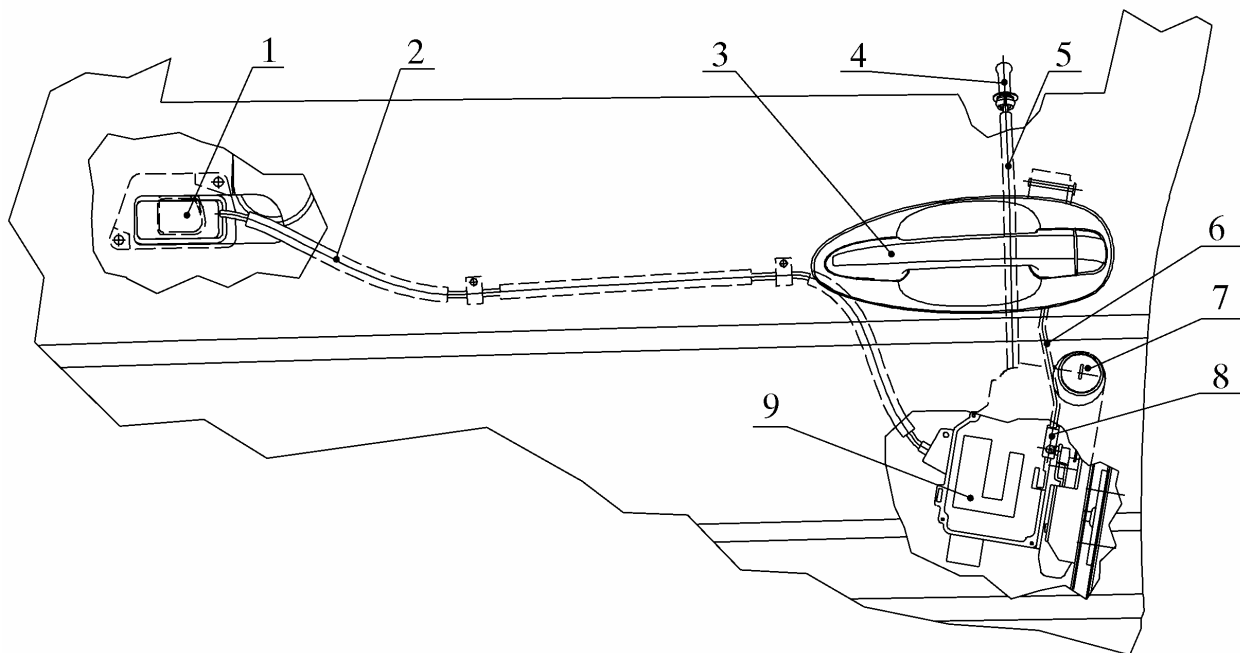

Рис. 33. Замок и привод замка передней левой двери:
7.2.1. Нажать наружную ручку 3 (рис. 33) до упора.
7.2.8. Нажать и отпустить наружную ручку 3 (рис. 33).